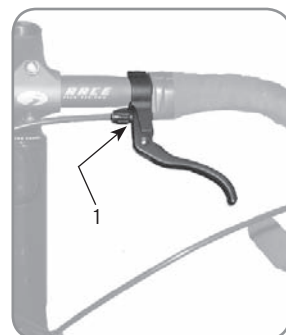

Figura 27. Manete de travão de barra intermédia
- Manetes de barra intermédia (Figura 27): 2,3-3,3 N•m).